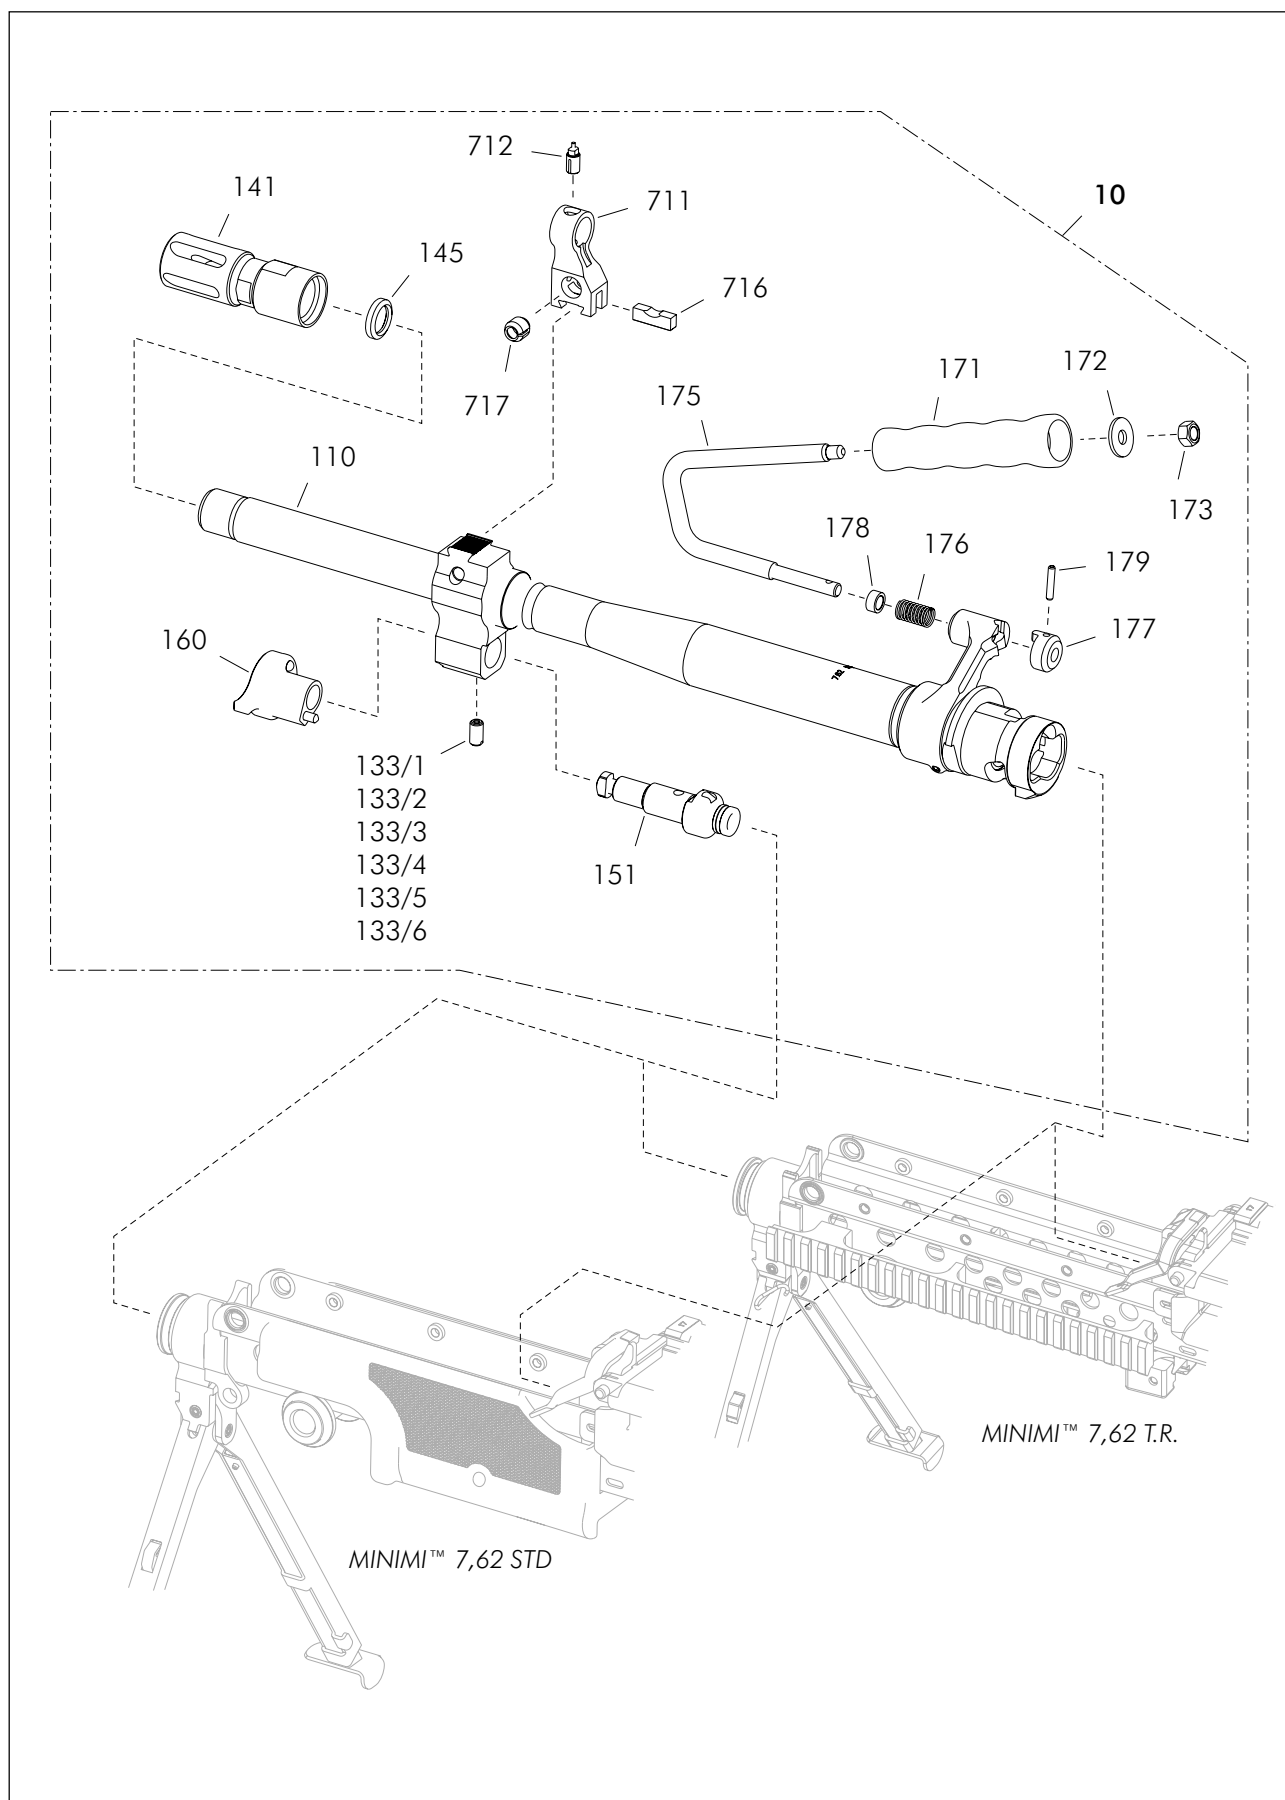

Fig. 3.b - Grupo cañón [1]
3.1. GRUPO CANON [1] (Fig. 3.b)